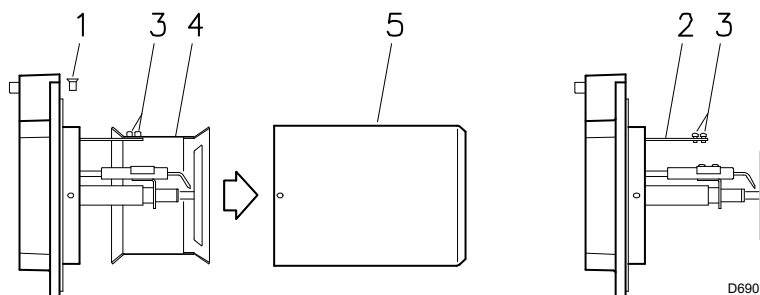

Fig. 8
5.5 Fissaggio del bruciatore alla caldaia (Fig. 8)
- Svitare le viti 1) (Fig. 8) e smontare il boccaglio 5)